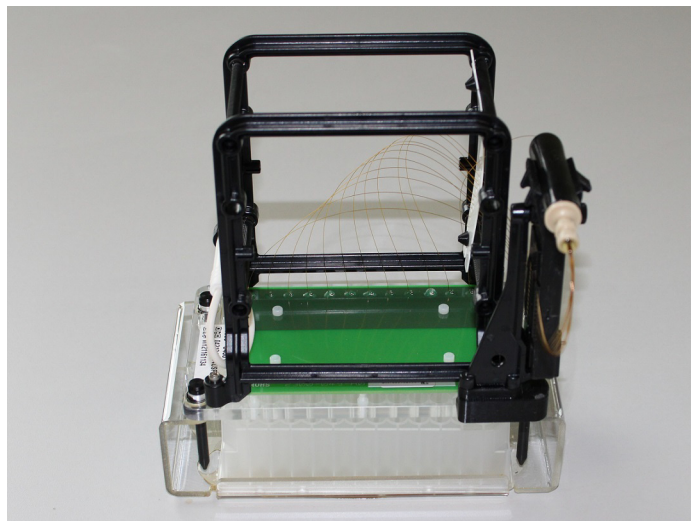

Figure 102 Station d'accueil de l'array avec capillary array en place
- 5 Insérez les deux vis blanches comme illustré dans la **Figure 102** pour bien fixer le capillary array.